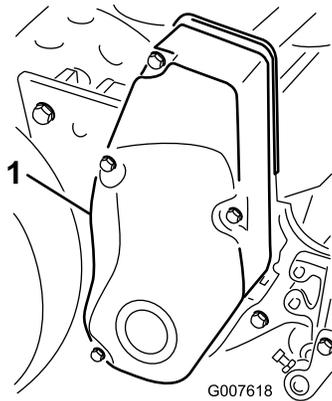

図 28
1. ベルト・カバー取り付けネジを外してカバーを取り、ベルトを露出させる (図 28)。